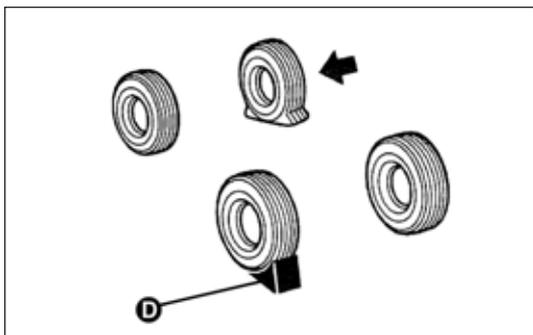

fig. 134b
- posizionare il cuneo di bloccaggio D posteriormente sulla ruota diagonalmente opposta a quella da sostituire fig. 134b per prevenire movimentazioni del veicolo quando è sollevato.